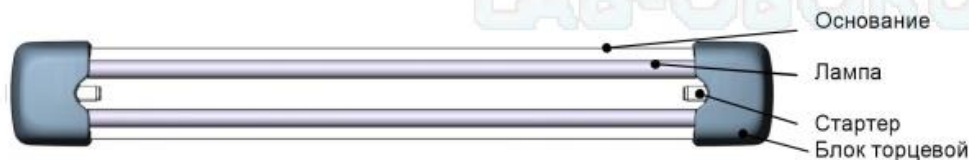

Рис.1
5.2. В каждом торцевом блоке установлены: электромагнитный пускорегулирующий аппарат (далее по тексту «ПРА»), 2 патрона электрических для установки и подключения ламп, стартер рис.1. В правом блоке установлена клеммная колодка для подключения жил кабеля питания, в том числе заземляющего провода стационарной проводки.
- Извлечь вышедший из строя стартер из стартеродержателя (рис.1).